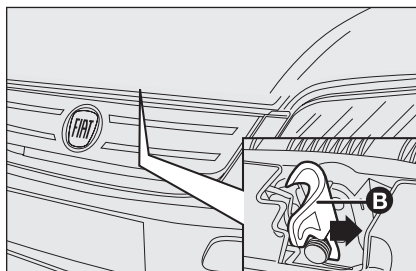

fig. 119
- ☐ mueva la palanca hacia la derecha **B-fig. 119** como es indicado por la flecha;